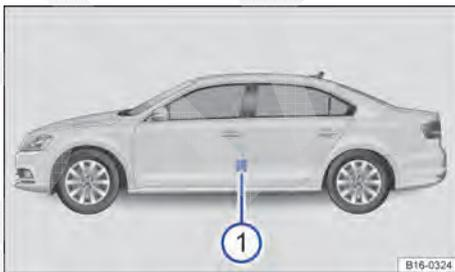

Fig. 206 Na coluna do condutor: etiqueta com as pressões dos pneus (alternativa ao lado interno da portinhola do tanque).
etiqueta com as pressões dos pneus está na coluna da porta do condutor → Fig. 206 ① ou na parte interna da portinhola do tanque.